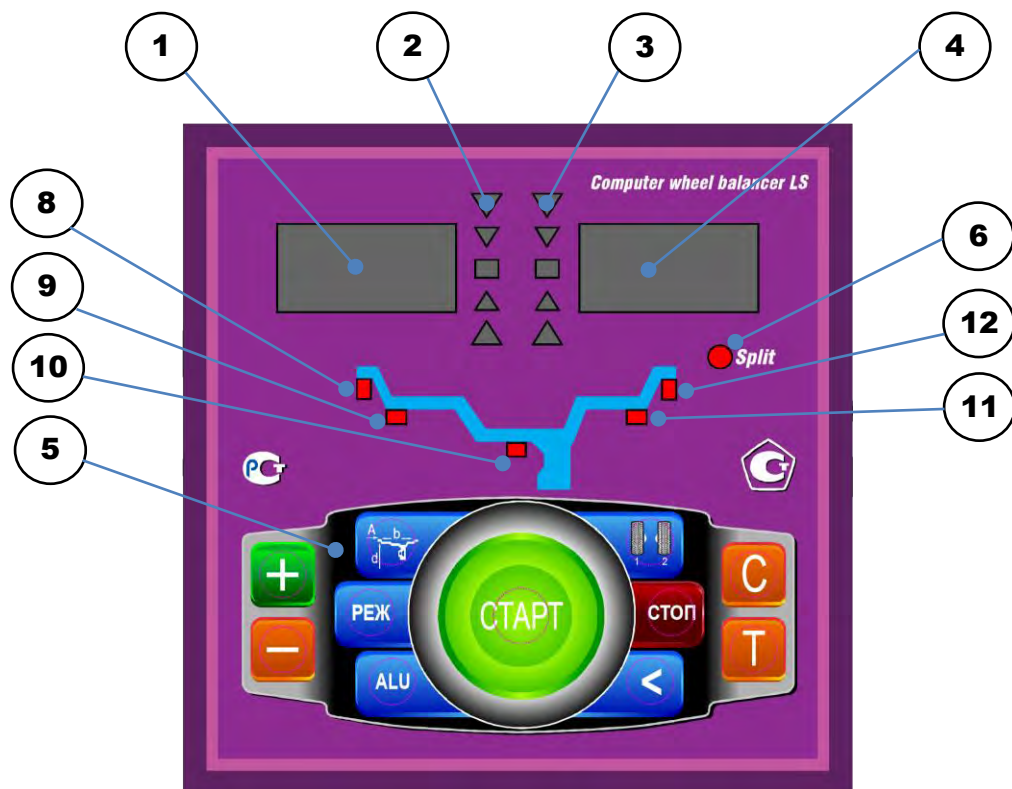

рис.8.1.
8.1. Общий вид лицевой панели показан на рис. 8.1.
При выдвижении штанги на индикаторах 1 (рис. 8.1) отображается значение параметра "А". Значение параметра "d" отображается на индикаторах 4.
Для ввода ширины нажмите кнопку "+" или "-" на индикаторах 1 (рис.8.1) высветится "-b-", а на индикаторах 4 значение ширины диска. Через 2-3 сек после установки ширины индикаторы в режим отображения текущего дисбаланса.
Дважды нажать кнопку "A, d, b", после чего на индикаторах 1 (рис.8.1) загорается символ "А", а на индикаторах 4 исходная величина дистанции. Нажимая кнопки "-" и "+" установить на индикаторах 4 требуемую величину дистанции. Через 2-3 сек после установки дистанции показания на индикаторах 1 и 4 возвращаются к отображению текущего дисбаланса, а кнопки "-" и "+" возвращаются в режим ввода ширины обода.
11.1. Переключение схем ALU1-ALU5 осуществляется последовательным нажатием кнопки "ALU" при этом схема установки грузов отображается загоранием соответствующих светодиодов 8-12 (рис.8.1), кроме того, на индикаторах 1 отображаются символы ALU, а на индикаторах 4 номер 1-5. Через 2-3 сек. после установки требуемой программы ALU индикаторы 1-4 переходят в режим отображения дисбаланса.
12.3. Для входа в программу Split нажмите кнопку РЕЖ , после чего загорается светодиод 6 (рис.8.1) и на индикаторах 1 загораются символы "SPn", означающие, что необходимо ввести число спиц обода колеса, подлежащего балансировке. При этом на индикаторах 4 загорается цифра 5. Если число спиц колеса отличается от 5, кнопками "-" и "+" установить на индикаторах 4 фактическое число спиц колеса.
12.4. Запустите СБ. После остановки вала установите любую спицу обода колеса вертикально вверх (на 12 часов) и нажмите кнопку С. После чего, на индикаторе 1 и линейке 2 (рис.8.1) будут указаны величина и место установки корректирующего груза на внутренней плоскости.
Эта функция обеспечивается тем, что каждый раз при вводе новых геометрических параметров и установке требуемой программы ALU, предыдущее состояние запоминается. Для перехода от одного набора параметров к другому необходимо нажать кнопку "1-2". Визуальный контроль того, какие параметры установлены в данный момент, осуществляется нажатием "A,d,b" на индикаторах 4 (рис.8.1) будут последовательно отображены, установленные в данный момент диаметр и ширина обода и дистанция.
14.1. При включении тумблера питания СБ на индикаторах 1 (рис. 8.1) высвечивается трёхзначное число -номер версии программного обеспечения. Через 2-3 сек на индикаторах 1 и 4 должны загореться нули, кроме того должны загореться светодиоды 8 и 12, что свидетельствует о включении режима стандартной балансировки с установкой на обеих плоскостях коррекции грузиков на пружинках. На линейках 2 и 3 (рис. 8.1) должны загореться центральные светодиоды.
14.2. При включении СБ программа измерения дисбаланса настраивается таким образом, что дисбаланс менее 8 г (заводская установка) на любой плоскости коррекции не показывается, в этом случае на индикаторах 1 и 4 (рис. 8.1) высвечиваются "0". Минимальный дисбаланс отображающийся на индикаторах 1 и 4 равен 8г. Дисбаланс, превышающий 8г, округляется до величины кратной 5, т. е. дисбаланс 9, 10, 11 и 12 г отображается цифрой 10, дисбаланс 13, 14,15, 16 и 17 г - цифрой 15 и т. д. Для просмотра неокруглённого значения дисбаланса или дисбаланса менее 8г. необходимо нажать кнопку "<", при этом на индикаторах 1 и 4 на 2-3 сек высвечиваются фактические значения дисбаланса, определённые в данном запуске.
14.5.1. Поднимите защитный кожух. Вручную поворачивайте колесо, при этом свечение светодиодов на линейках 2 и 3 (рис. 8.1.) будет перемещаться, и в какой-то момент на одной из линеек загорятся все светодиоды и цвет их свечения сменится на зелёный.
15.2.1. Войти в программу калибровки СБ, для чего нажать и удерживать кнопку "С". На индикаторах 1 и 4 (рис.8.1), появятся мигающие символы "CAL". После звукового сигнала символы "CAL" загорятся постоянно.